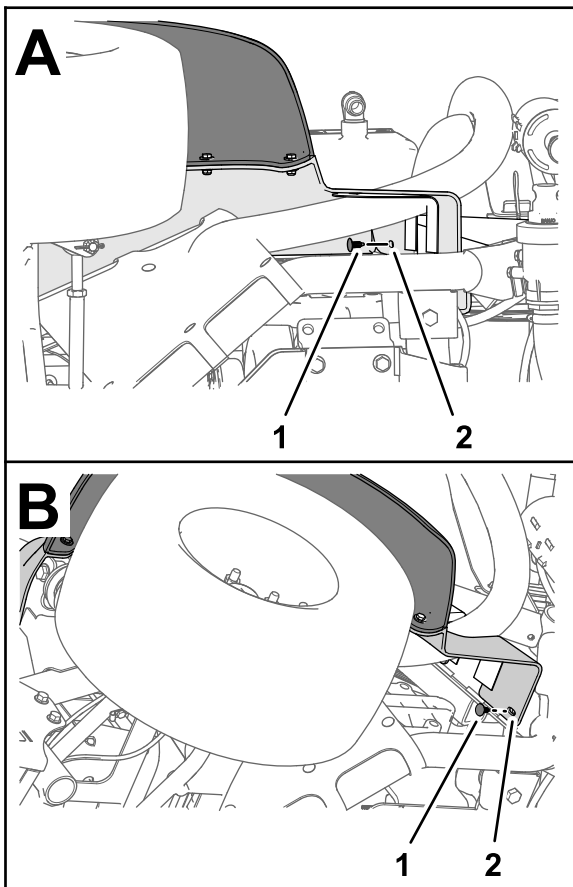

Рисунок 10
1. Удалите 2 вставных держателя, которые крепят переднее левое крыло к нижнему швеллеру конструкции защиты оператора при опрокидывании машины (ROPS) (Рисунок 10).